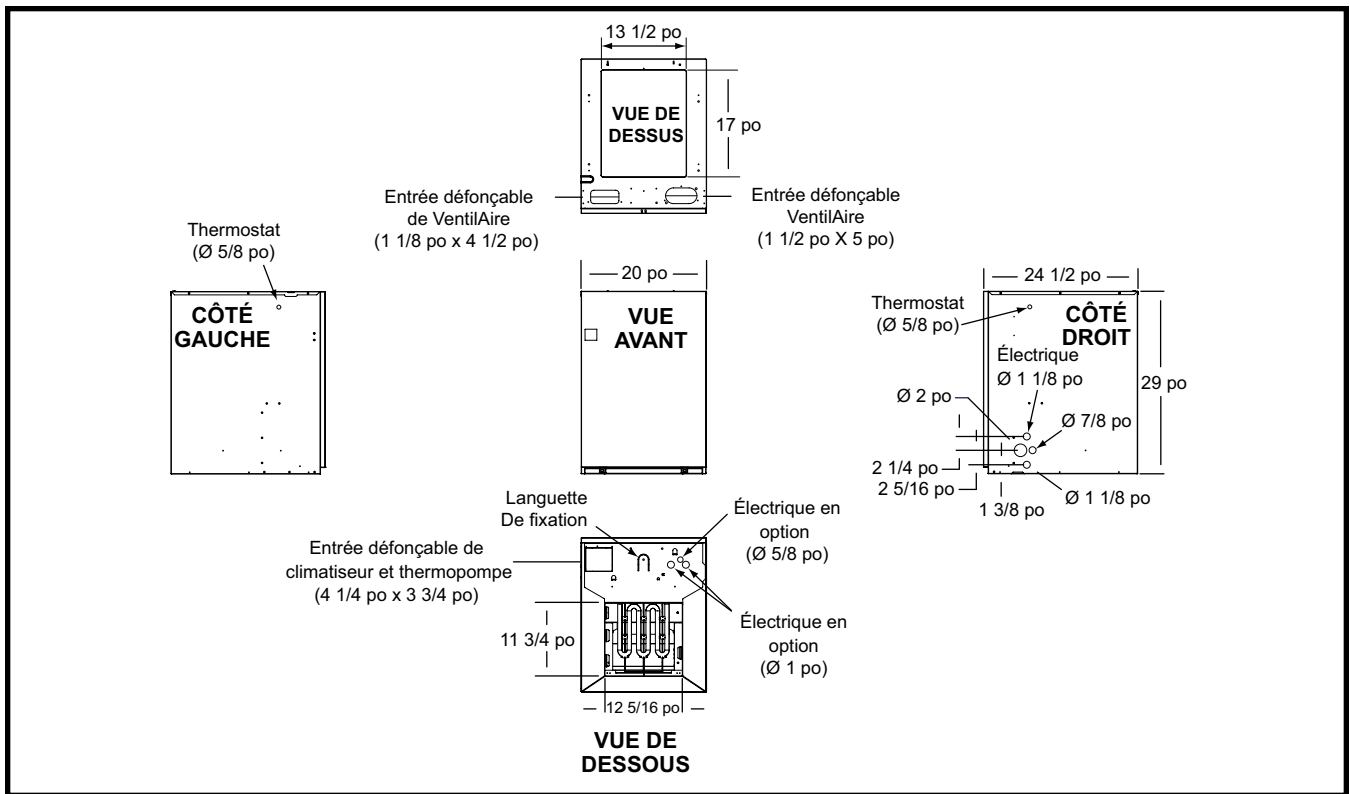
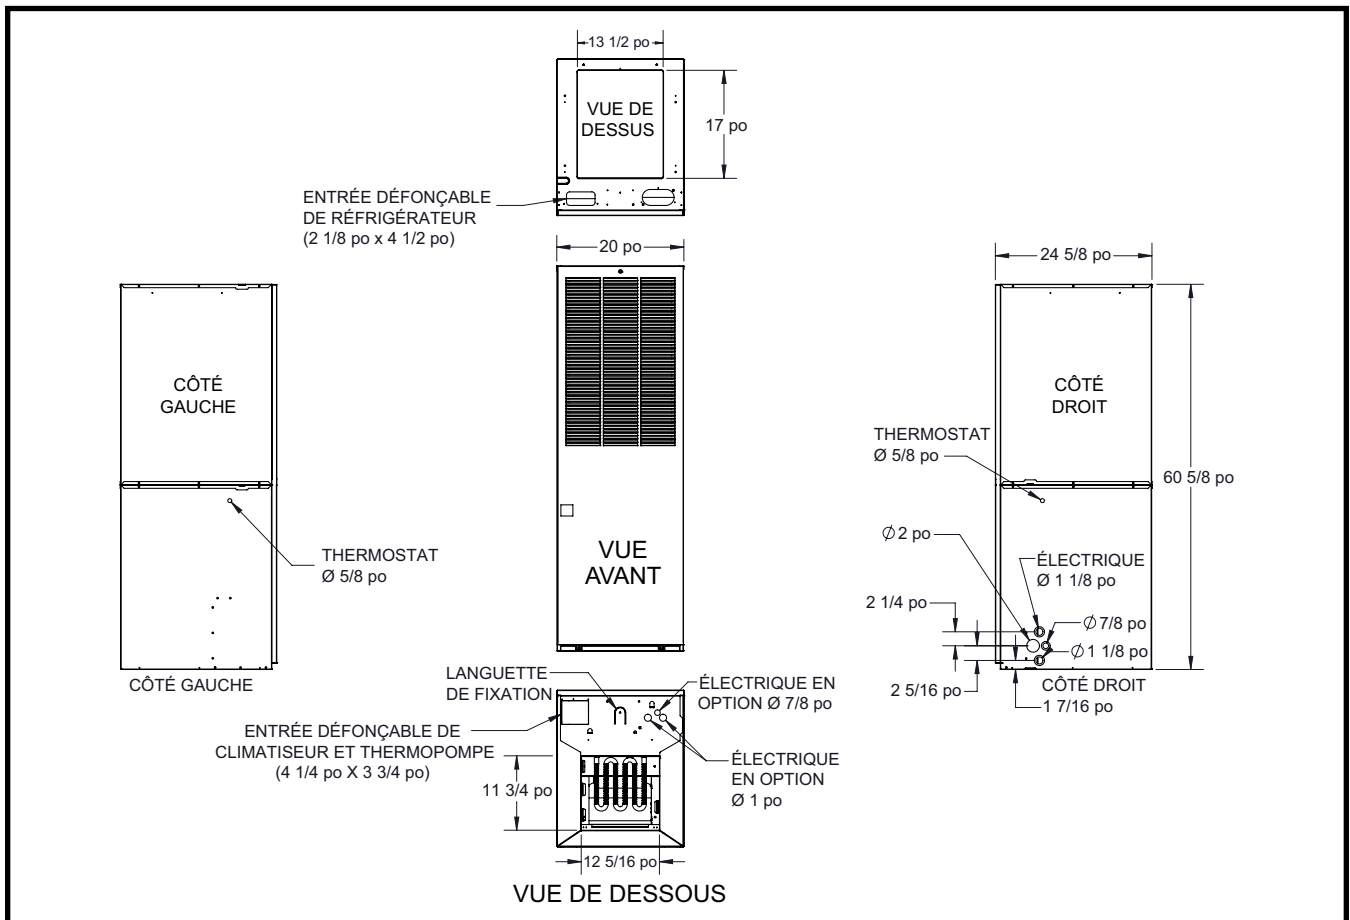

Figure 17. Dimensions physiques de la fournaise E7EM
Figure 18. Dimensions de la fournaise E7EU et E7ED
3. Acheminez un ou des circuits d'alimentation 240 V et du câblage 24 V jusqu'au placard. Consultez la Figure 17 (page 13) ou Figure 18 (page 13) pour les emplacements appropriés.